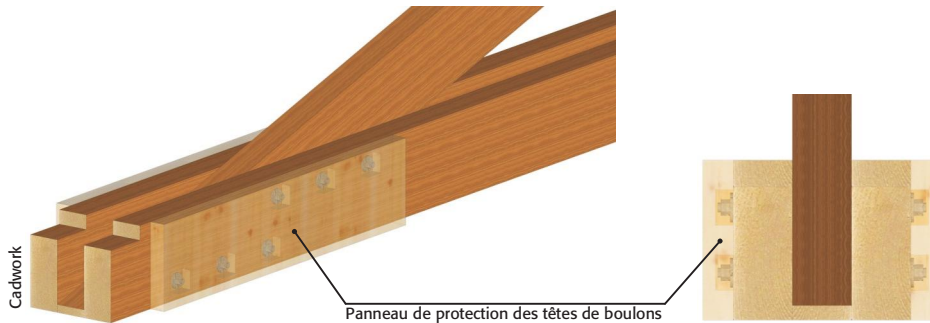

Figure 6.9 Assemblage étudié.
- protéger les têtes de boulons par cette même épaisseur de a_{fi} (figure 6.9).